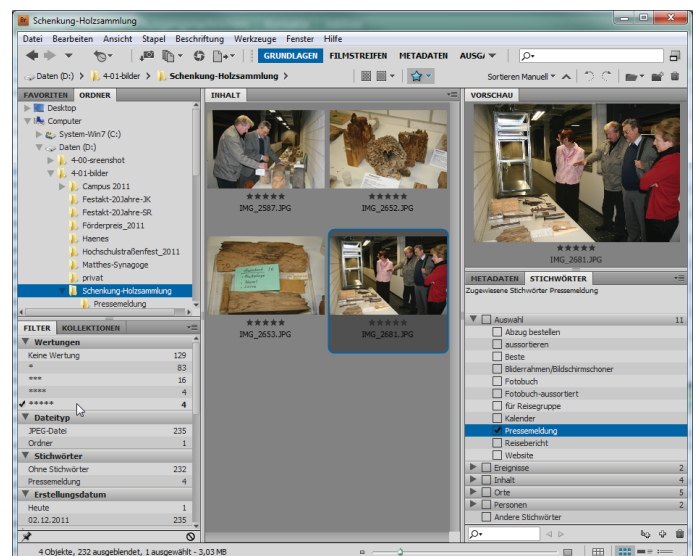

Abb. 11-3: Bild-Browser ADOBE BRIDGE
Mit PHOTOSHOP wird der Bild-Browser ADOBE BRIDGE (Abb. 11-3) ausgeliefert. Das Programm wird über ein Icon in der MENÜLEISTE (Abb. 11-1 ⑥) aktiviert, um nach Bildern zu suchen und per Dkl in PHOTOSHOP zu öffnen.